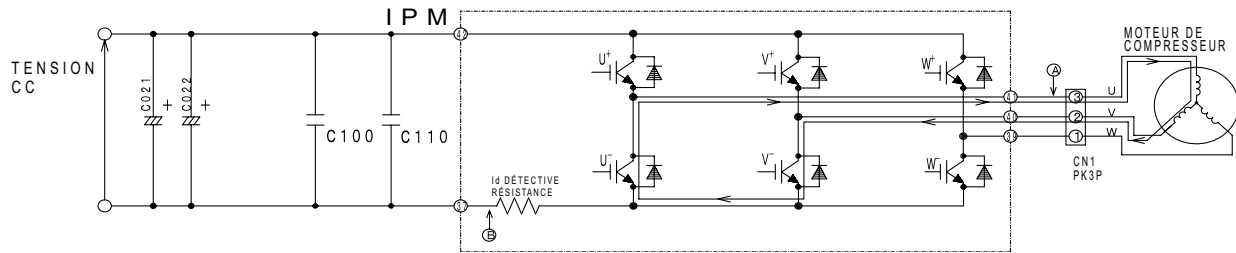

Fig. 4-4 Circuit de module d'alimentation (U+ est DÉSACTIVÉ, V- est ACTIVÉ)
- (2) Lorsque le transistor U+ est sur DÉSACTIVÉ : (par inductance de la bobine du moteur) bobine U → bobine V → transistor V- → Diode U- de retour → Point ⑤ (Fig. 4-4)